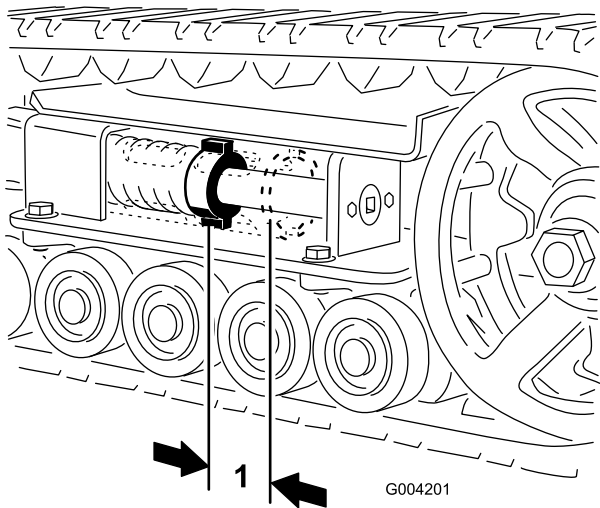

Figura 44
Debe haber una holgura de 7 cm entre la tuerca tensora y la parte de atrás del tubo tensor (Figura 44). Si no es así, ajuste la tensión de las orugas usando el procedimiento siguiente:
5. Usando una llave de carraca de ½", gire el tornillo tensor en sentido antihorario hasta que la distancia entre la tuerca tensora y la parte de atrás del tubo tensor (Figura 44) sea de 7 cm.
- Gire el tornillo tensor en sentido antihorario hasta que la distancia entre la tuerca tensora y la parte de atrás del tubo tensor (Figura 44) sea de 7 cm.
18. Gire el tornillo tensor en sentido antihorario hasta que la distancia entre la tuerca tensora y la parte de atrás del tubo tensor (Figura 44) sea de 7 cm.